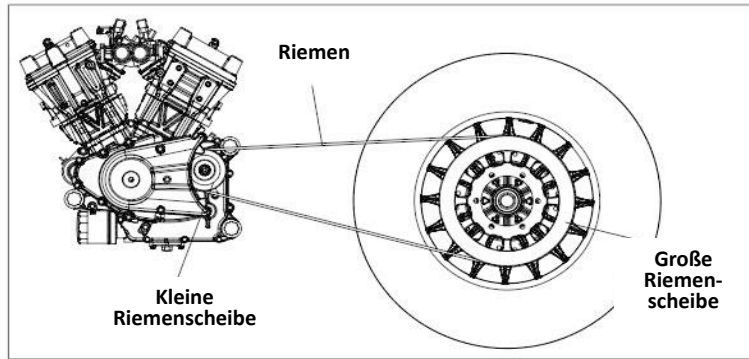

Abbildung 21 Riemenantrieb
**[Kontrolle] (Bild 21)**
Kettenmodell: 428-132 [Prüfen] (Abbildung 21)